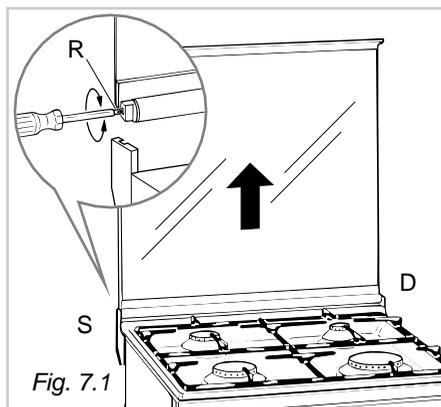

Fig. 7.1
- nella sede destra deve essere montata la cerniera con la stampigliatura "D" mentre nella sede sinistra la cerniera con la stampigliatura "S" (Fig. 7.1)
Eventualmente registrare la taratura delle molle delle cerniere ruotando le viti (R) in senso orario (fig. 7.1).